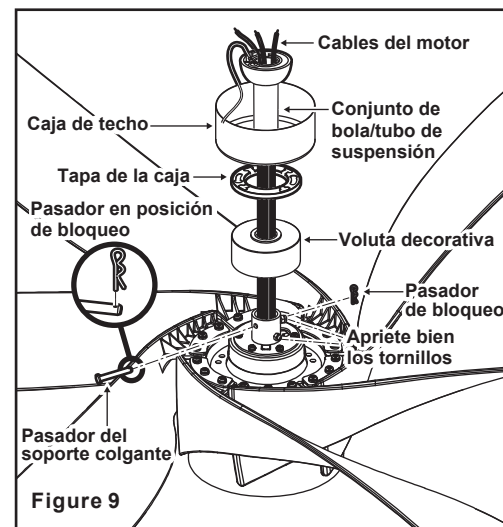

Figure 9
**Paso 5.** Retire el pasador de suspensión, el pasador de bloqueo y el conjunto de tornillos y de la parte superior del ensamblaje del motor. (Fig. 9)
**Paso 6.** Guíe los cables que salen de la parte superior del motor del ventilador a través de la voluta decorativa, tapa de la cubierta, cubierta y luego a través de la bola/varilla. (Fig. 9)
**Paso 7.** Alinee los agujeros de la parte inferior de la barra con los agujeros del cuello en la parte superior de la caja del motor (Fig. 9) Introduzca con cuidado el pasador de suspensión a través de los agujeros del cuello y de la barra. Tenga cuidado de que el pasador no se atasque con los hilos de dentro de la barra. Introduzca el pasador de bloqueo a través del agujero cercano al extremo del pasador de suspensión hasta que quede en la posición de bloqueo, tal y cómo se especifica en el círculo de la Fig. 7.
**Paso 8.** Apriete bien los dos tornillos de la parte superior del motor. (Fig. 9)